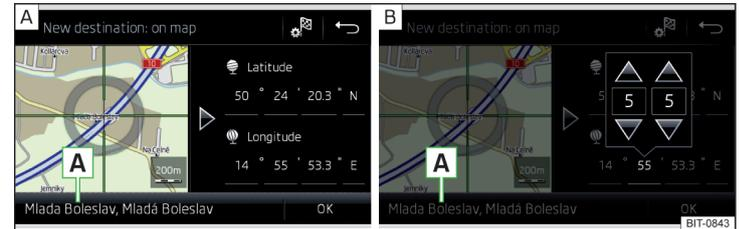

Abb. 224 Ziel eingeben: über den Kartenpunkt / mithilfe von GPS-Koordinaten
- › Durch Bildschirmberührung das gewünschte Ziel in das Fadenkreuz verschieben » Abb. 224 - **A**.
- › Die Werte der GPS-Koordinate nacheinander antippen und einstellen » Abb. 224 - **B**.
Sind in den Navigationsdaten des Infotainments Informationen zum eingegebenen Punkt verfügbar, dann werden diese statt der GPS-Koordinaten angezeigt (bspw. Adresse **A**) » Abb. 224).